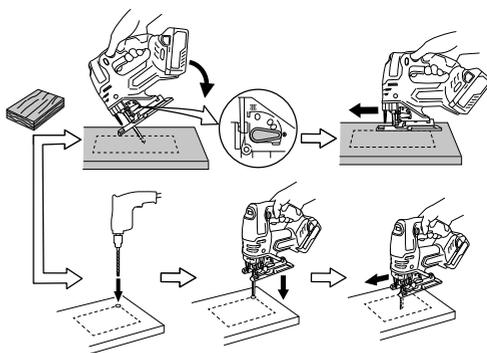

Fig. 29
5. Pocket cutting (**Fig. 29**)